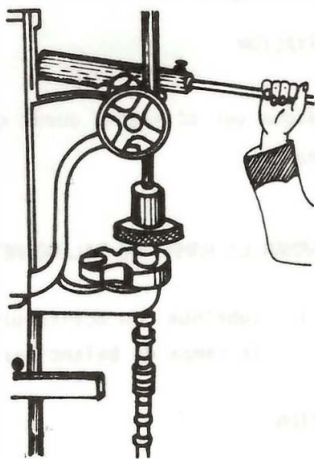

Fig. 16
- b. Ponga el extremo del extractor sobre la mesa de la prensa y expulse el piñón (fig.16).